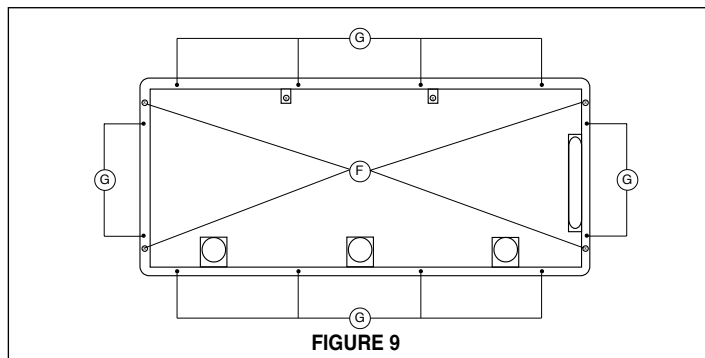

FIGURE 9
5. Installer la hotte sur l'armoire à l'aide de quatre fixations à ressort, deux de chaque côté de la hotte. Utiliser un tournevis Phillips et serrer la vis de réglage (**F de la FIGURE 9**) tandis que les fixations s'attachent fortement à la surface.
6. **IMPORTANT:** Installer la hotte sur l'armoire à l'aide des 12 vis (non incluses) dans les trous (**G de la FIGURE 9**).